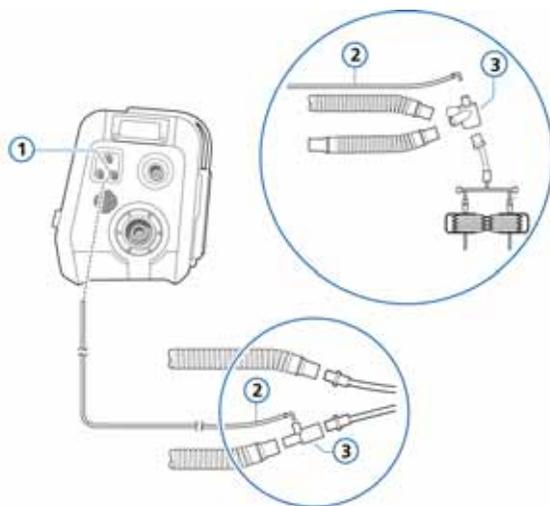

図 5-10. 圧カラインの接続
- アダプタを使用して、圧カラインを T ピースまたは Y ピース (どちらか使用している方) の小さいインレットに接続します。図 5-10 を参照してください。